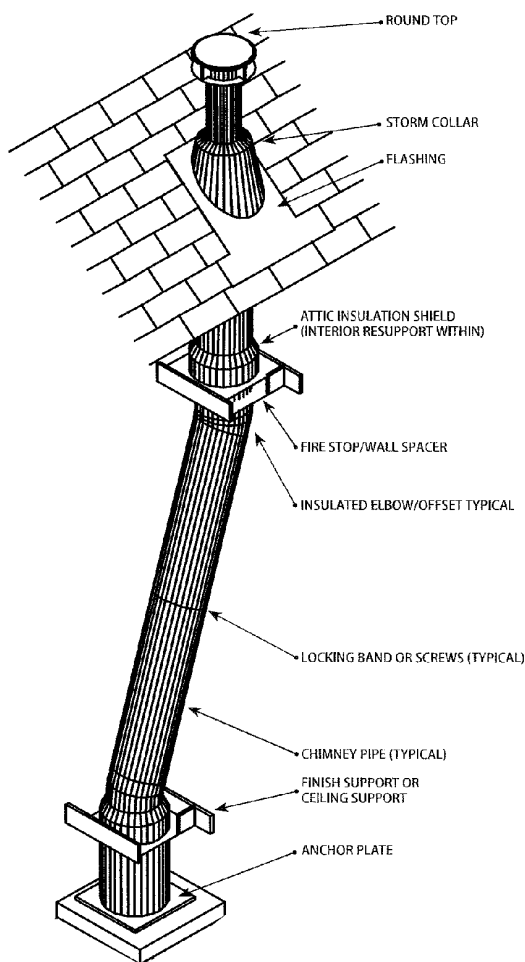

Figure 24. Construction d'une cheminée en métal
B. Terminez l'installation de la cheminée comme indiqué sur la figure 24. Au fur et à mesure que la cheminée se prolonge dans le grenier jusqu'au toit, fixez des sangles de fixation aux chevrons et aux solives, selon les besoins, pour assurer la stabilité.